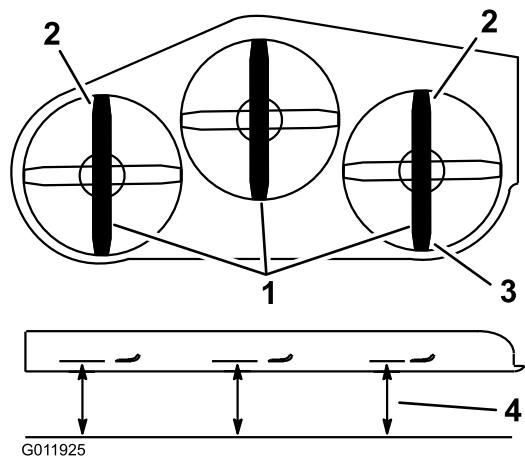

Figura 15
12. Verifique la inclinación longitudinal de la cuchilla midiendo entre la base del cortacésped (centro de los bordes delantero y trasero) y la superficie plana (Figura 15).